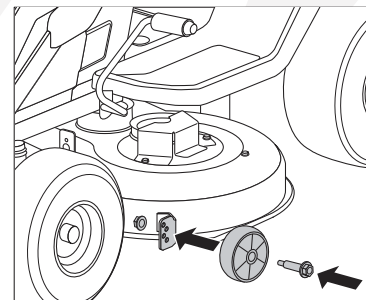

Fig. 5
1. Asegure la rueda antideslizante izquierda con el tornillo y la tuerca proporcionados con un par de torsión de 22 a 26 lb-pie. (Fig. 5)